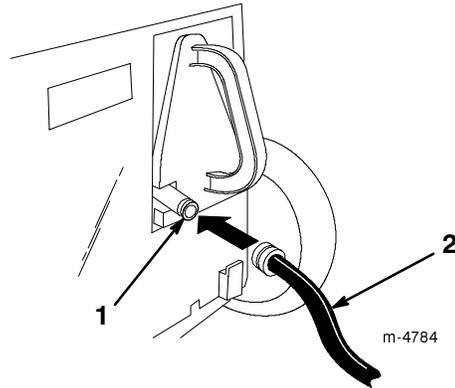

Figure 18
3. Soulevez le volet arrière et branchez le raccord à l'embout de lavage de l'obturateur de recyclage sur la tondeuse (Fig. 18).